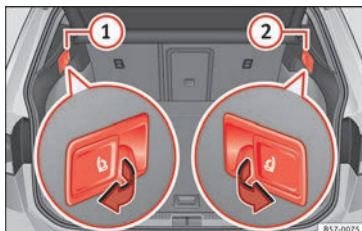

Fig. 146 En el maletero: palancas para desbloqueo a distancia de las partes izquierda (1) y derecha (2) del respaldo trasero.
- Tire de la palanca de desbloqueo a distancia de la parte izquierda » fig. 146 (1) o derecha (2) del respaldo en el sentido de la flecha. La parte desbloqueada del respaldo trasero se abate automáticamente hacia delante.